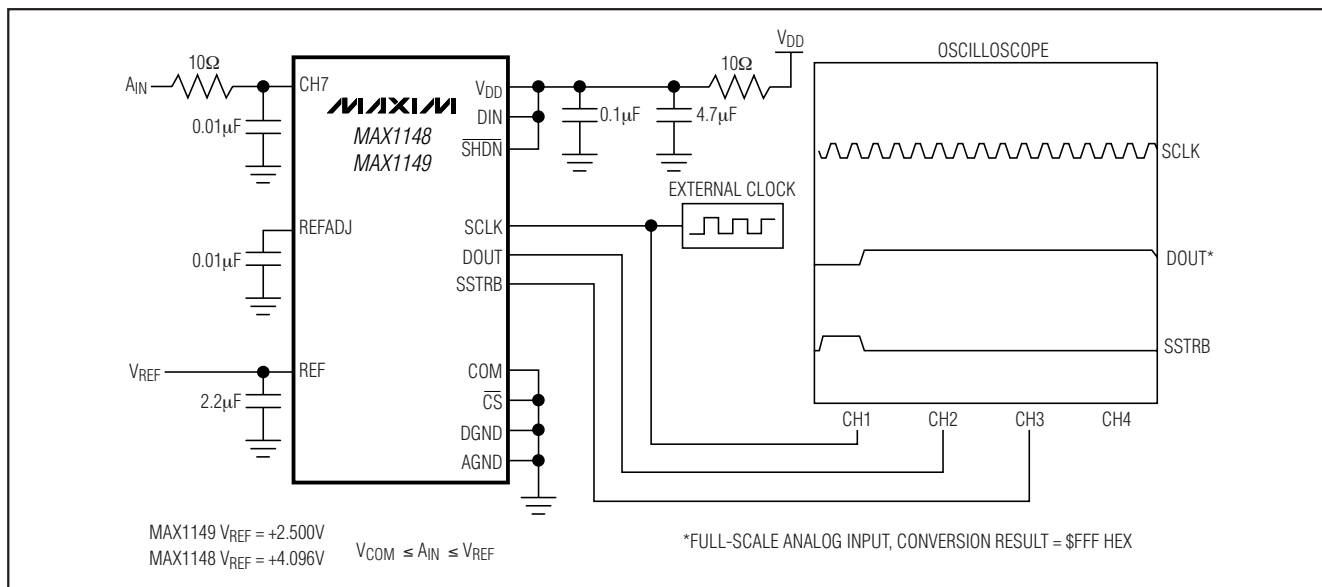
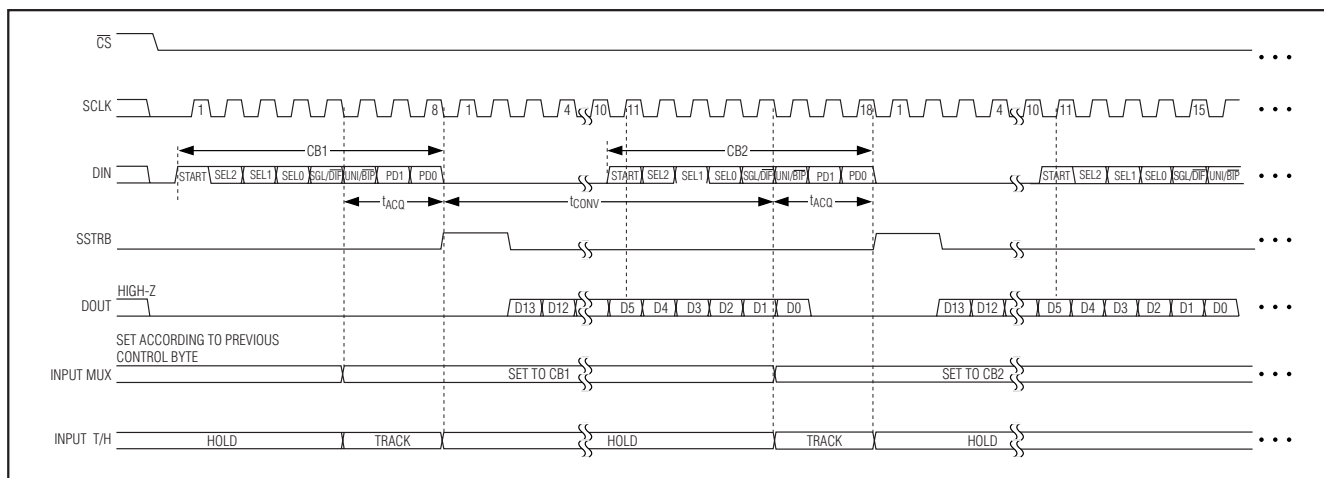

图 7. 快速查看电路
图 10. 外部时钟模式 — 18 时钟/转换时序
图 7 所示电路可用于快速评估 MAX1148/MAX1149。MAX1148/MAX1149 每次转换前，需要使用 SCLK 向 DIN 输入一个控制字节。连接 DIN 至 V_{DD} ，可通过时钟 SCLK 输入控制字节 \$FF HEX (参见表 1)，即触发 CH7 外部时钟模式下的单端单极性转换，转换之间不关断。在外部时钟模式下，14 位转换结果的 MSB 移出 DOUT 前，SSTRB 输出两个时钟周期的高脉冲。改变 CH7 的模拟输入，可改变 DOUT 输出位的顺序。每次转换需 18 个时钟周期 (图 10)。所有 SSTRB 和 DOUT 的改变均出现在 SCLK 下降沿。
2) DOUT 同步输出当前转换结果第 5 位后，同步输入 DIN 的第一个逻辑 1 (图 10 和 11)。
如果转换期间 $\overline{CS}$ 保持低电平，则 MAX1146-MAX1149 的最快转换速度为每次 18 个时钟周期。图 10 和 11 为 18 个 SCLK 周期进行一次转换的串口时序。